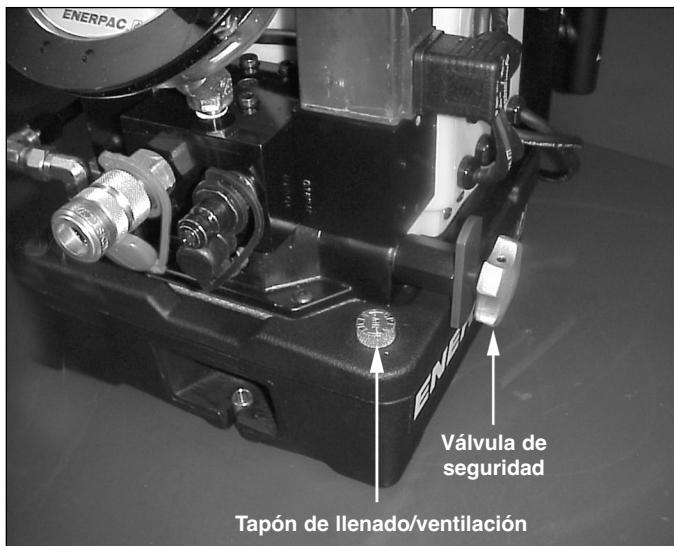

Figura 1 - Válvula de seguridad
- Afloje la tuerca de retención y desenrosque (girando en sentido contrario a las agujas del reloj) la válvula de seguridad para impedir aumentos no deseados de la presión. No se necesitan herramientas para ajustar la válvula de seguridad. Vea la figura 1.
2. Afloje la tuerca de retención y desenrosque la válvula de seguridad para impedir aumentos no deseados de la presión. Vea la figura 1.